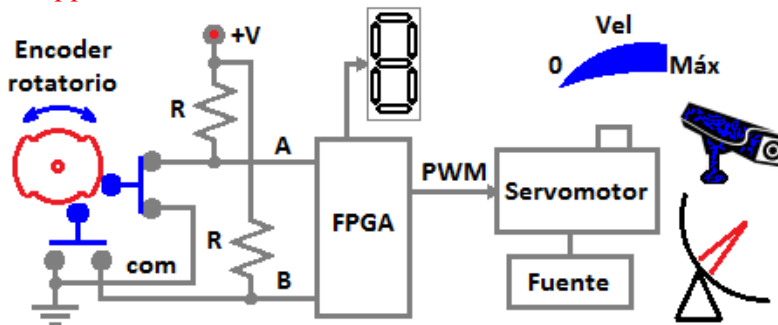
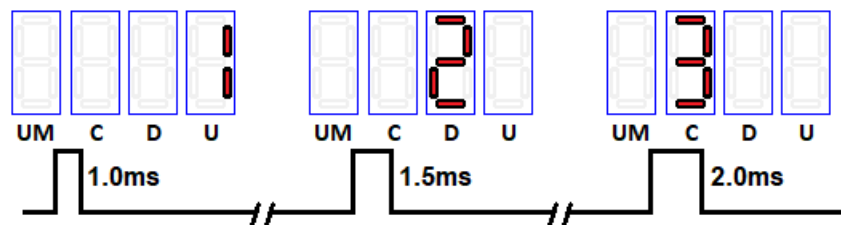

Figura 3.4. Diagrama a bloques para el control de velocidad del servo sin tope por PWM.
Figura 3.20. Ejemplo del valor del display para el servo con tope.
- Implementar un control de velocidad y sentido de giro de un **servomotor (sin tope)** con encoder rotatorio (óptico o magnético, ver figura 3.4). El movimiento del encoder en un sentido permitirá que el motor incremente su velocidad, mientras se le den más vueltas seguirá aumentando, pero si se dan vueltas en sentido contrario la velocidad disminuirá, ya sea hasta detenerse o bien para cambiar el sentido de giro e ir aumentando su velocidad en sentido contrario. En el display (ver figura 3.20) se muestra la velocidad en niveles numéricos (-5 a 5). Se utiliza una señal PWM adecuada al motor adquirido, **con carga** en el eje (banda, llantas, polea, sistema animatrónico, ventana o puerta a escala, etc.), no se permiten cosas sencillas como hélices, clips, alambres, ligas, hojas de papel, etc.). El lenguaje en el que se implementa lo define el profesor. Reportar los códigos comentados, simulaciones, fotos del funcionamiento con texto explicativo de lo que sucede.